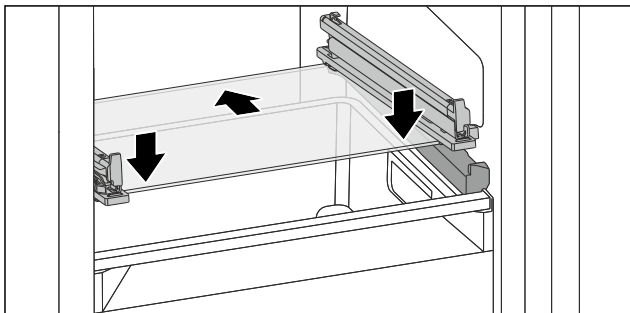

Fig. 203 Стекла́нная пластина откидного выдвижного ящика
- ▶ Наклоняя вниз, установите стеклянную пластину за стопоры. (см. Fig. 203)